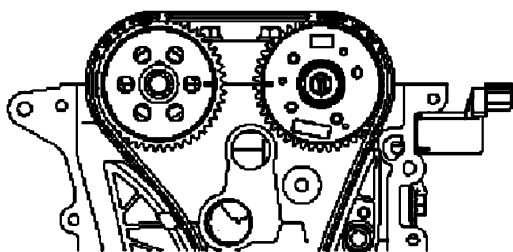

图 8-45 对齐正时标记
- 21) 此刻检查曲轴的定位销是否朝向发动机上方。注意: 对齐凸轮轴链轮(进气和排气各 2 处)和曲轴链轮的正时标记, 在正时链(3 处)作标记。如图 8-45 所示。